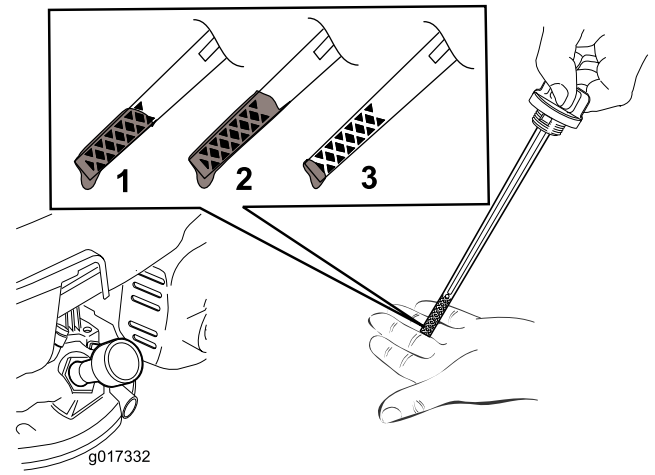

Figura 6
2. Retire a vareta do óleo (Figura 6).